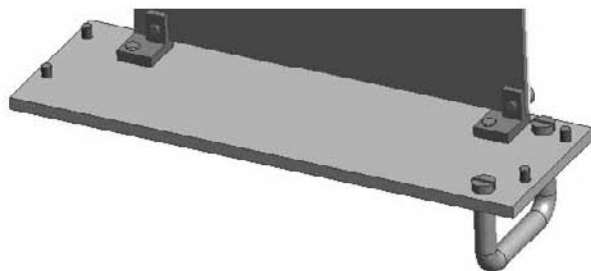

Рис. 9.91. Ручка и плата присоединены к передней панели
23. Повторите действия по вставке стандартного крепежа из библиотеки, описанные в п. 15–18. Укажите отверстия, созданные на предыдущем шаге, настройте параметры — Винт М3×8 ГОСТ1491–80 (рис. 9.91).